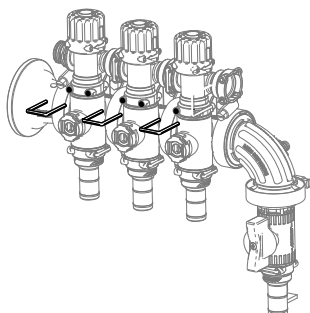

Figure 16
7. Montez le bloc de vannes de rampes à l'aide des étriers déposés précédemment, comme indiqué à la Figure 16.